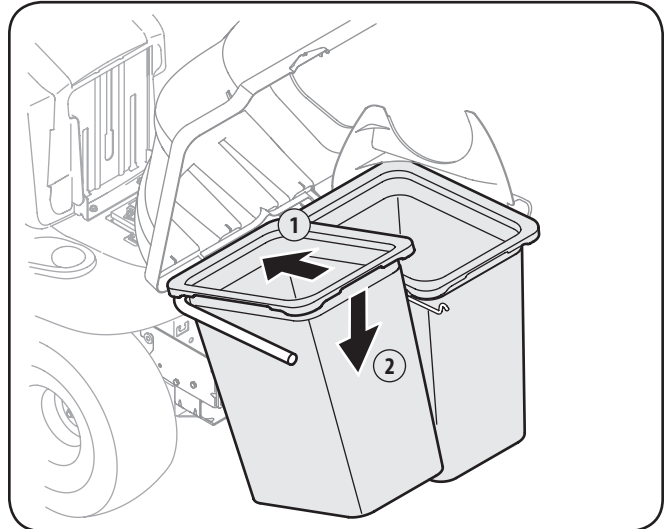

Figura 4-17
- Instale ambas unidades con el lado de red apretada hacia adelante, en las ménsulas de soporte de las bolsas insertando primero el frente, como se ve en la Figura 4-17, y bajando el borde posterior hasta que calce en la unidad.